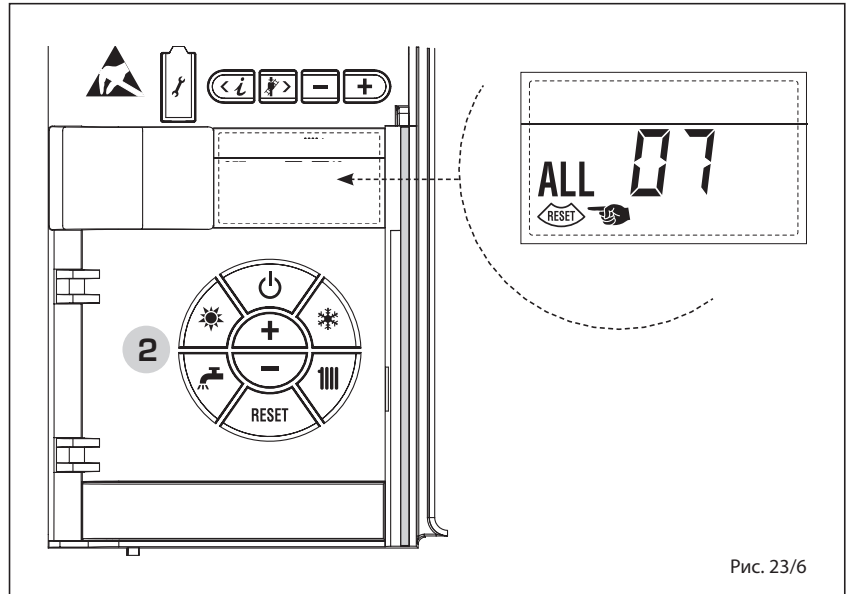

Рис. 23/6
– **ПАРАЗИТНОЕ ПЛАМЯ «ALL 08» (рис. 23/7)**